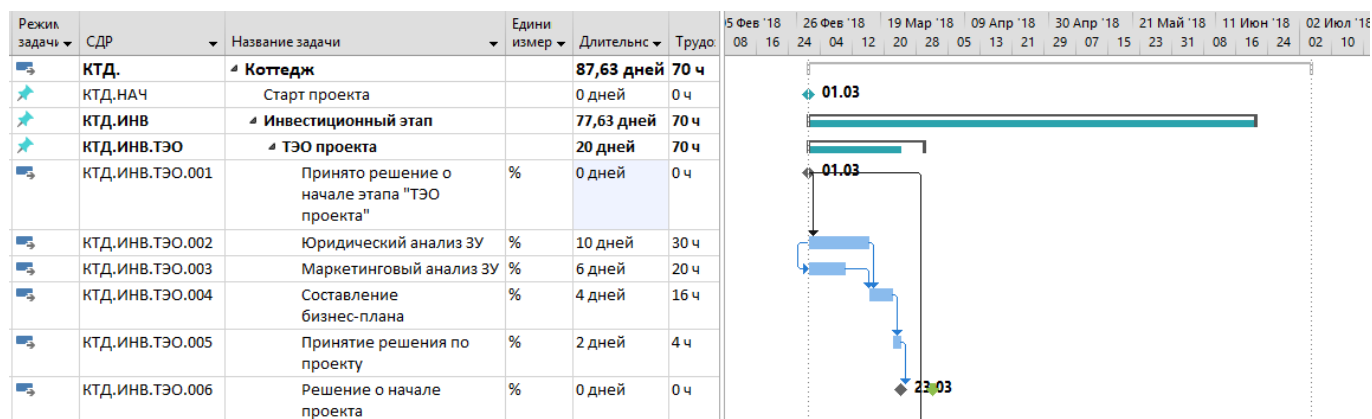

Рисунок 31 – Рассчитанный этап «ТЭО проекта»
4. Пересмотреть типы связей и задать опережения, т.е. пересмотреть порядок выполнения работ. Например, в данном случае, можно задачи «Юридический анализ ЗУ» и «Маркетинговый анализ ЗУ» сделать параллельными. Также нужно создать связь между задачами «Юридический анализ ЗУ» и «Составление бизнес-плана». Как мы и поступаем, Рисунок 31.